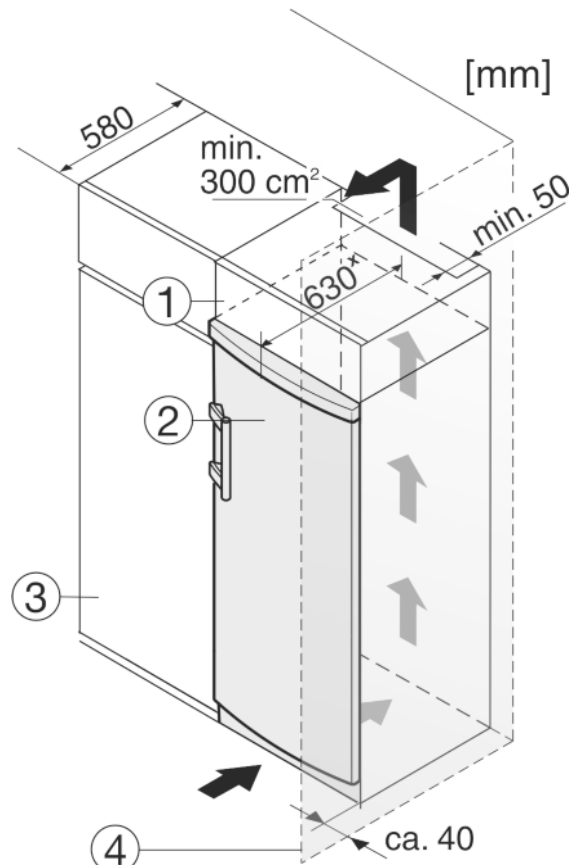

Fig. 10
L'appareil peut être réagencé avec des buffets de cuisine. Pour adapter l'appareil Fig. 10 (2) à la hauteur du coin cuisine, une hausse Fig. 10 (1) peut être posée sur l'appareil.
Lors de la transformation avec des placards de cuisine (profondeur max. 580 mm), l'appareil peut être placé directement à côté du placard de cuisine Fig. 10 (3). L'appareil dépasse latéralement de 34 mm \* et de 50 mm \* au centre de l'appareil par rapport à la face avant du placard de cuisine.
Si l'appareil est installé avec les charnières à côté d'un mur Fig. 10 (4), la distance entre l'appareil et le mur doit être de 40 mm min. Ceci correspond à la saillie de la poignée lorsque la porte est ouverte.